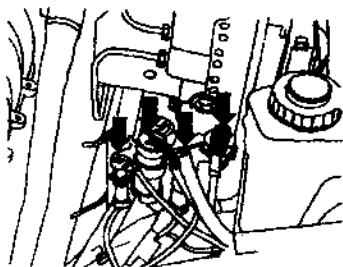

图 1.4 拔出报警装置、空调离合器
- ⑥ 拔出 ABS 控制单元前的防盗报警装置、空调离合器和喇叭线束插头，如图 1.4 所示。